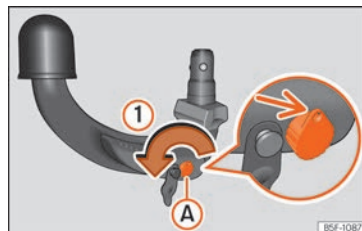

Fig. 292 Paso 1
- Gire la llave en el sentido de la flecha ① hasta que la parte agujereada de la llave lleve a su posición superior » fig. 292 [flecha].